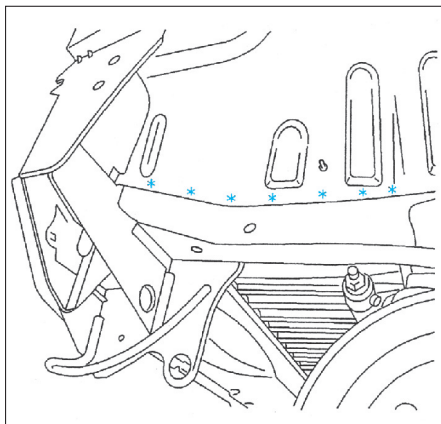

FIG. 125
- Dégraffer les points de soudure électrique à l'aide d'une fraise Ø 8 mm (Fig.125).